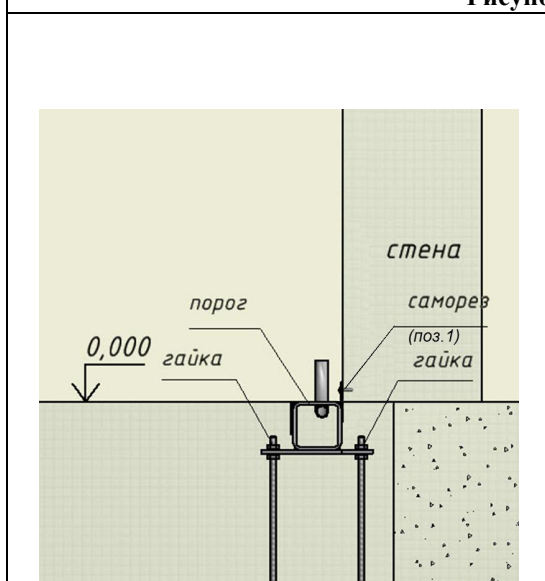

Рисунок 4
- **Внимание! После заливки бетона, удалить (выкрутить) крепёж (рис.4 поз 1).**